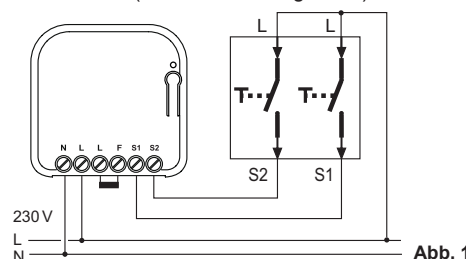
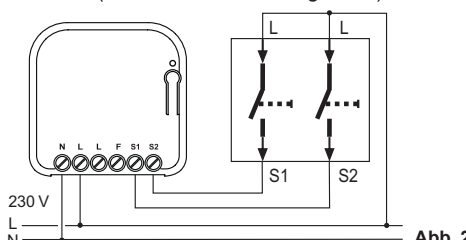

Abb. 1
Abb. 2
3. Schließen Sie die Versorgungsleitungen und den Schalter (Abb. 1) bzw. Taster (Abb. 2+3) im spannungsfreien Zustand an.